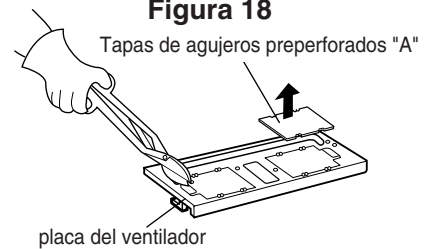

Figura 19
2. Utilice fresas de disco o tijeras delgadas para hojalata, a fin de retirar las partes "A" de la placa del ventilador. Deseche las partes "A". Tenga cuidado de no dañar la placa. Consulte la Figura 19.